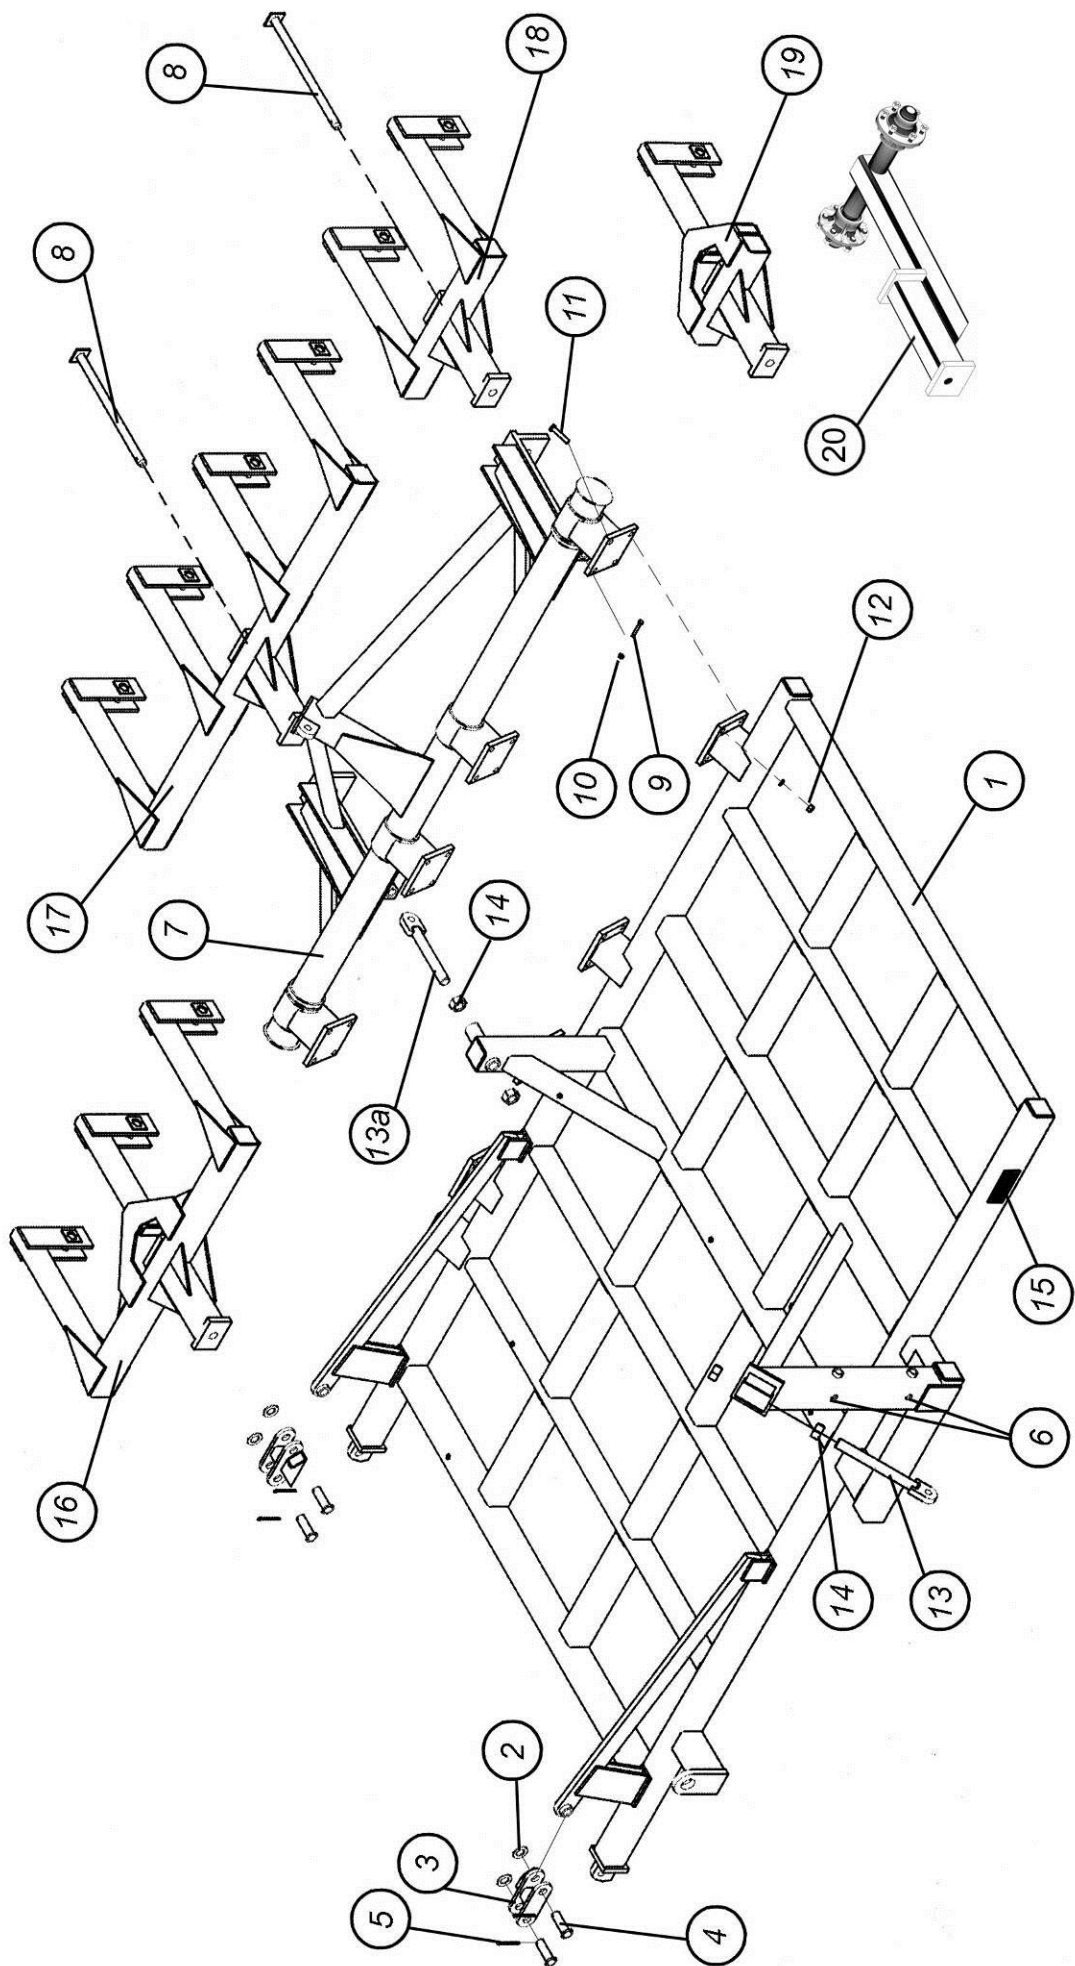

Рис. 7.1.2. Боковая рама с узлом качающегося вала и подвеской прикатывающих колес
7.1.2.1. Боковая рама, вставка, узел качающегося вала, катки для ПК с катками (рис. 7.1.2.1)